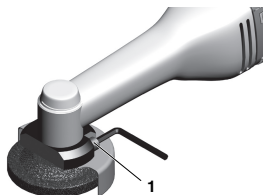

Fig. 3
1. Befestigungsschraube **1** (Fig. 3) lösen und Schutzhaube in die gewünschte Richtung verdrehen.